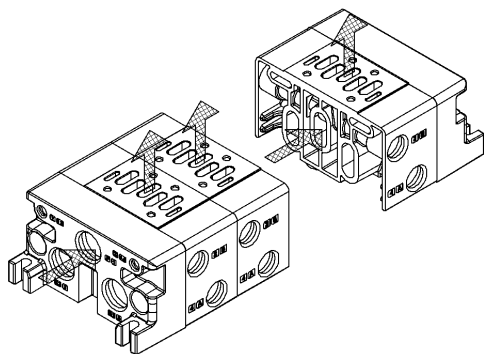

図 1
- 1) エアマニホールドの 1[P]ポートより給気された圧縮空気は、各々のマニホールドブロック給気に出る。(図 1)